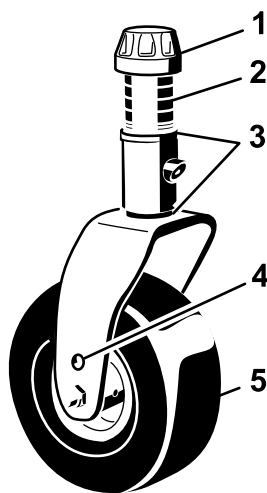

Figura 17
5. Retire el casquillo tensor del husillo y deslice el husillo fuera del brazo de la rueda giratoria (Figura 17).